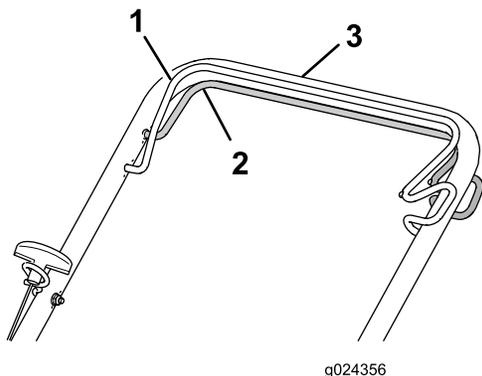

Figura 14
- **Per inserire la trazione automatica:** Tenete premuta la barra della trazione automatica contro la stegola (Figura 14).